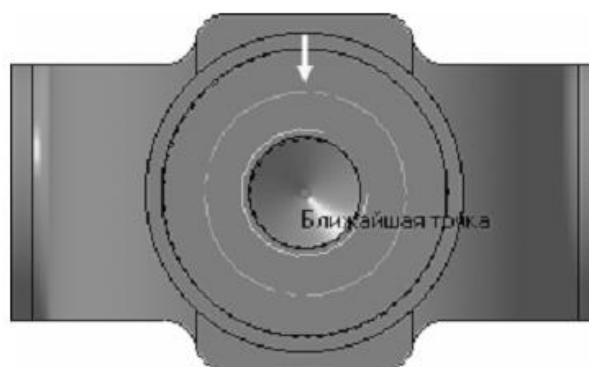

Рисунок 43.
2. Измените стиль линии окружности с **Основная** на **Осевая** (рис. 43)